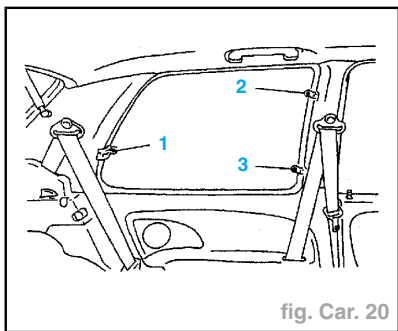

fig. Car. 20
- Déposer (fig. Car. 20) :
- les vis (1), (2) et (3),